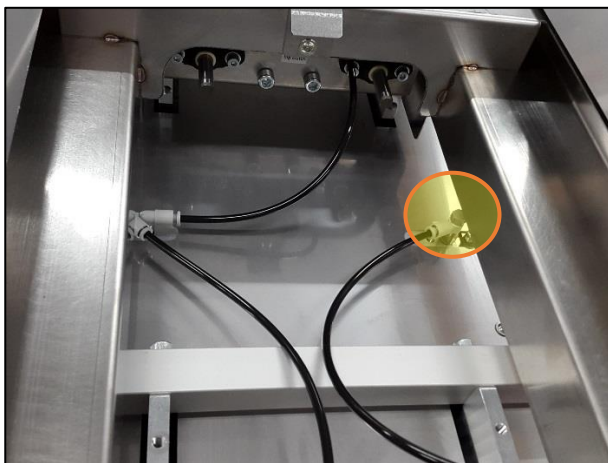

Abbildung 5-3: Drehknopfgregler
2. Der Innenraum des Feeders ist nun zugänglich. Sie können die Geschwindigkeit der Rückhalteklappe erhöhen (Uhrzeigersinn) bzw. reduzieren (Gegenuhrzeigersinn), indem Sie den in Abbildung 5-3 markiertem Drehknopfgregler, anheben und drehen.